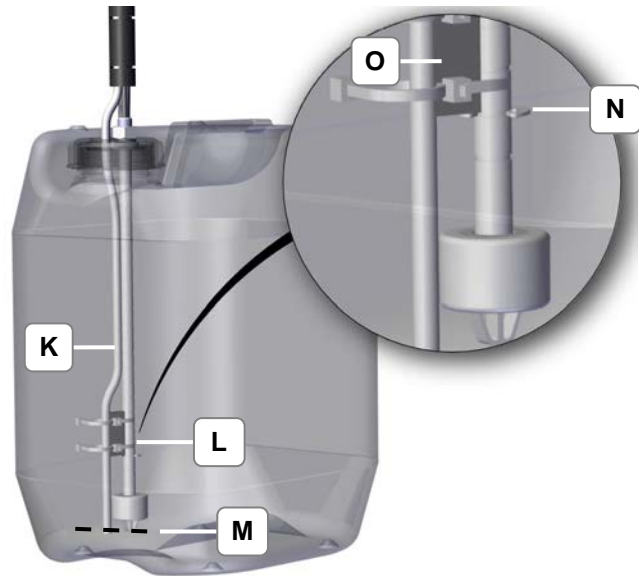

Imagen 4.5.5: Tubo de agua y cable
<p>Funcionamiento de la bomba</p> <ul style="list-style-type: none">• Se garantiza un buen funcionamiento de la bomba si el tubo de agua (K) y el cable (L) están colocados al mismo nivel (M). (imagen 4.5.5)